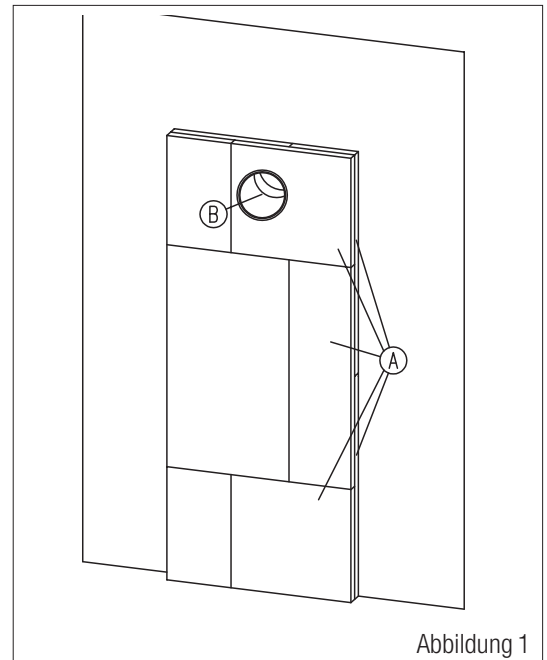

Abbildung 1
3.2 Nun befestigen Sie zunächst acht Promasil 950-KS Platten gemäß **Abb. 1** an den Stellwänden. Die Isolierung muss 5 cm über den Schornsteinanschluss ragen. Nach dem Aufstellen des Wärmeerzeugers sind die Platten nicht mehr zugänglich.